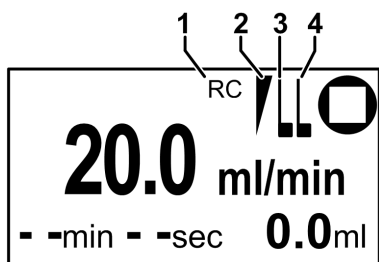

Fig. 57: Affichage principal RC
L'activation du contrôle externe est affichée avec le symbole « RC » (1) sur l'affichage principal de l'afficheur (voir Fig. 57).